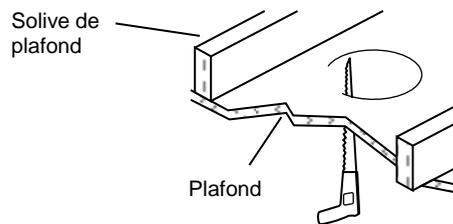

Fig. 1
2. Utilisez une scie à guichet pour pratiquer une ouverture de 6 $\frac{1}{4}$ po (15,88 cm) de diamètre dans la cloison du plafond. (Fig. 1) (**Note:** veiller à ce que l'ouverture ne dépasse pas les dimensions prescrites par le gabarit. Une ouverture trop grande pourrait nuire à l'installation adéquate du luminaire.)